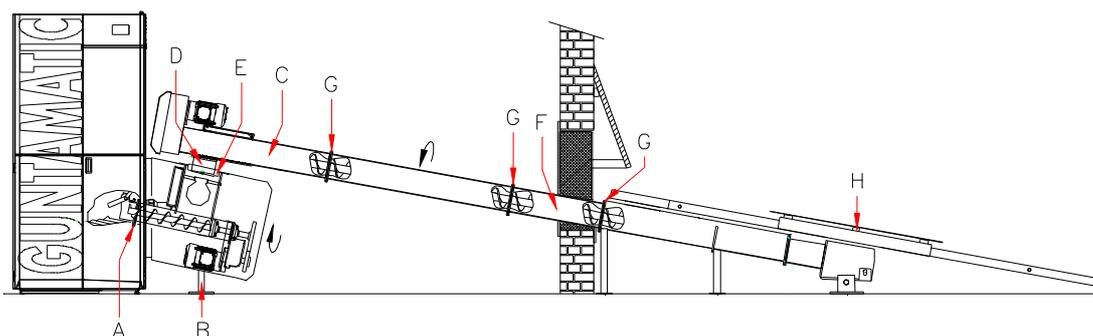

Abb.4
4. Si vous avez démonté la vis d'introduction (stocker), remettez correctement le joint entre la chaudière et le stocker (prise d'air) (A) Abb.4 et refixez l'ensemble avec les 4 vis M08 x 30, les rondelles freins et les 4 écrous. Règlez le pied de soutènement de la vis (B) Abb.4, de façon à soulager le stocker. Branchez les cables de l'allumeur, du fin de course, de la langue de feu, du clapet coupe-feu, de la sonde du stocker et des deux moteurs A1 et G1.
5. Posez la vis d'extraction (C) Abb.4 sur le stocker et réglez l'orientation de la vis. La „boule“ (D) Abb.4 de la vis d'extraction doit être posée dans le joint caoutchouc (E) Abb.4 de façon à être étanche à l'oxygène.
6. Montez les rallonges de vis nécessaire à l'avance au sol. La rallonge de vis livrée de série de 0.55 m (F), voir Abb.4, doit toujours être installée dans le passage du mur. Serrez toutes les rallonges de vis entre elle avec les vis M08 x 30, les rondelles freins et les écrous, sans rebord à l'intérieur des auges. Emboitez les vis (G) Abb.4 de façon à respecter la liaison hélicoïdale des vis. (pas de cassure dans la liaison de la vis). Raccordez cette vis pré-montée sur l'unité d'entraînement (C) Abb.4 (contrôle de la liaison hélicoïdale).
7. Raccordez le dessileur (H), voir Abb.4, à la vis d'extraction et respectez la liaison hélicoïdale de la vis (G) Abb.4